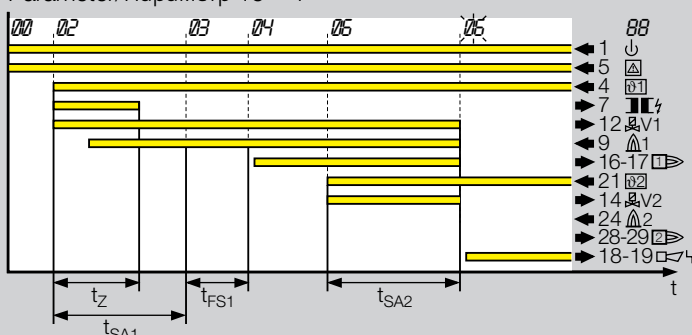

Fig. 19
**Anlauf ohne Flammensignal des Hauptbrenners (Fig. 19)**
**Start-up without flame signal of the main burner (Fig. 19)**
**Пуск без наличия сигнала пламени основной горелки (Fig. 19)**